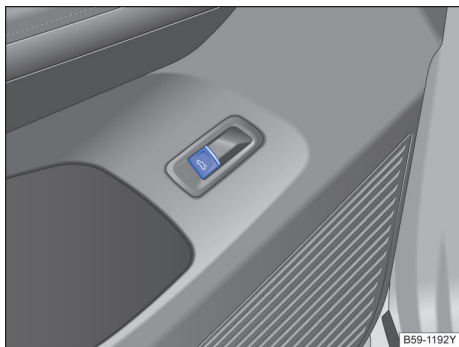

图 60 在驾驶员侧车门内：行李厢盖的开锁按钮
向上拉驾驶员侧车门内的按钮  → 图 60。行李厢盖自动打开。
- 或：向上拉驾驶员车门内的按钮  → 图 60。即使点火开关关闭时，按钮也能起作用。